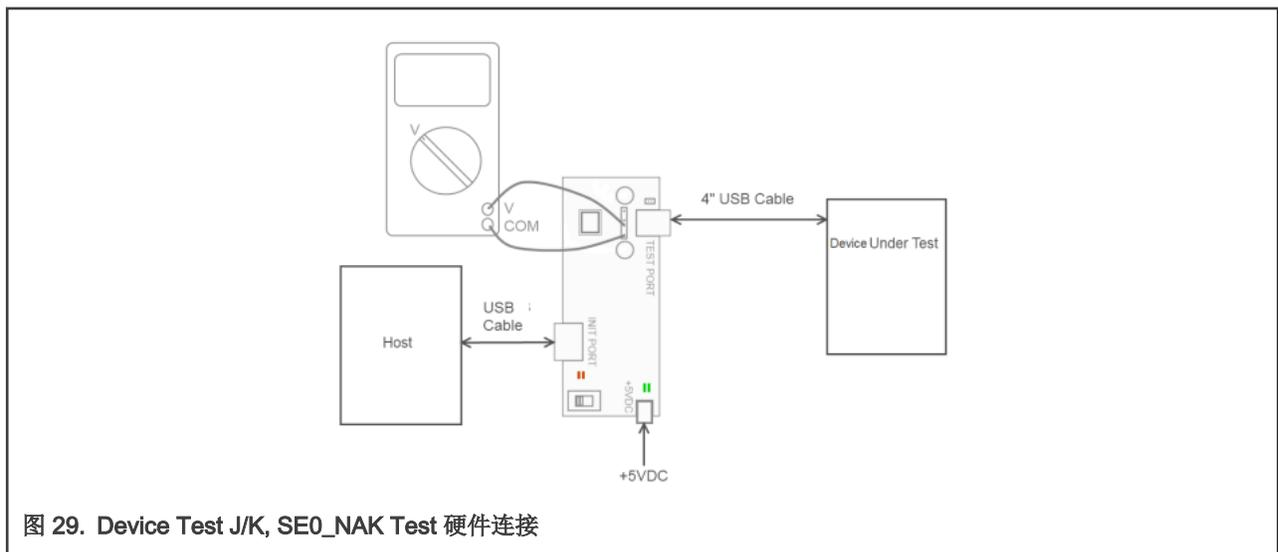

图 29. Device Test J/K, SE0_NAK Test 硬件连接
- 按照图 29 连接好被测 Device，测试计算机以及测试夹具，保证测试开关保持在关闭，确认绿色电源灯亮，黄色测试灯不亮。